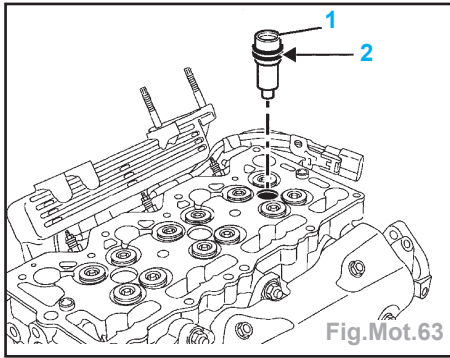

Fig.Mot.63
Attention : dans le cas d'un déboîtement des douilles d'injecteur (1), il est impératif de les remplacer ainsi que les joints d'étanchéité (2) (Fig.Mot.63).